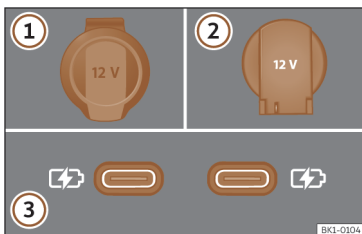

Fig. 161 Tomas de corriente de 12 voltios del vehículo.
>>> **fig. 161**
En función del equipamiento y del país, el vehículo puede disponer también de conectores USB con función **exclusivamente de carga o toma de corriente** >>> **fig. 161 ③**.